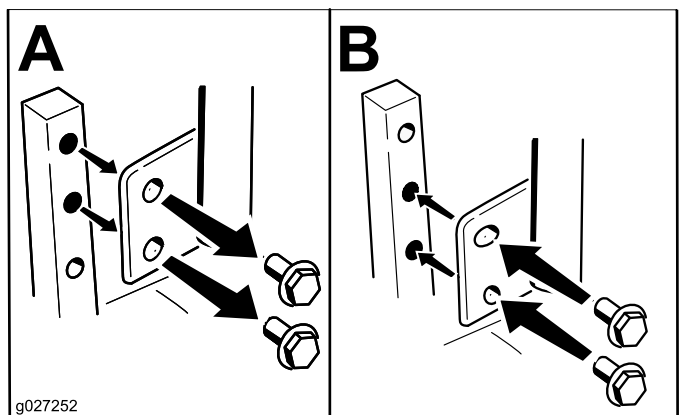

Figura 10
Pode ajustar as alavancas de controlo de movimento mais para cima ou mais para baixo para um maior conforto (Figura 10).
2. Desaperte o parafuso inferior o suficiente para rodar a alavanca de controlo para a frente ou para trás (Figura 10).